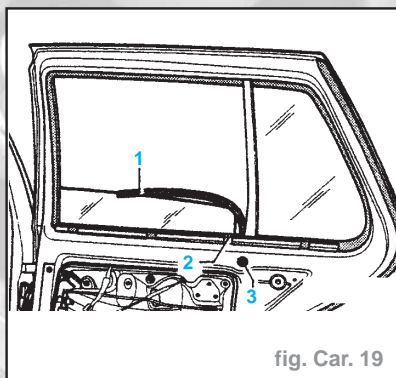

fig. Car. 19
- Visser une vis de 5 mm (env. 70 mm de long) dans la goupille expansible (2) et retirer la goupille de la cheville expansible (3).
- Visser une vis de 8 mm (env. 80 mm de long) dans la cheville expansible (3).
- Extraire le joint (1) du montant central de glace jusqu'à l'étanchement de pertuis de glace (2) (fig. Car. 19).